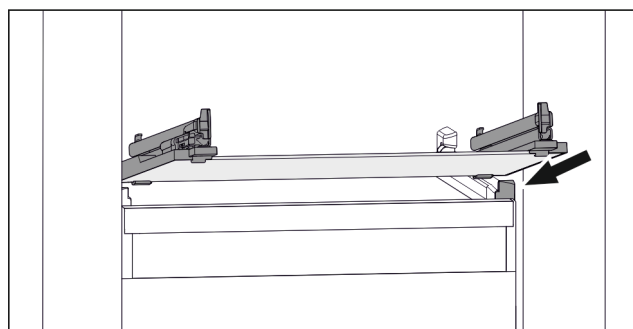

Fig. 110 Príklad zobrazenia sklenenej dosky
- ▶ Nasadte sklenenú dosku šikmo za zádržkami. (pozri Fig. 110)